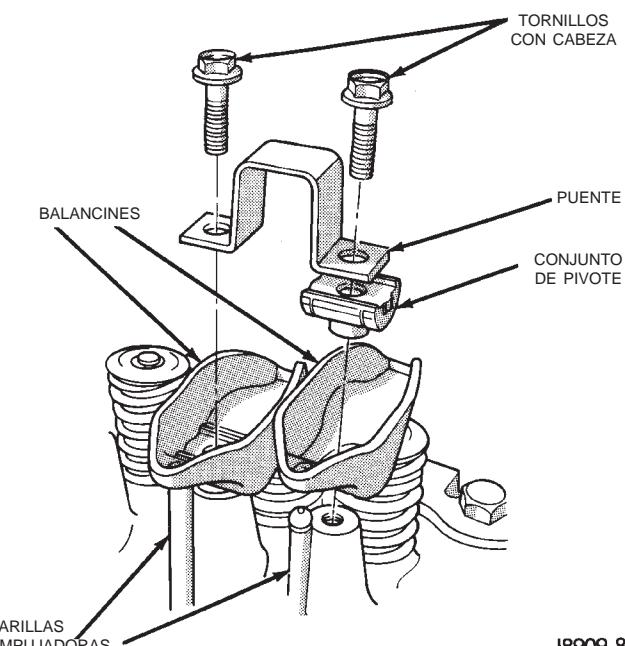

Fig. 33 Conjunto de balancín
(1) Retire la tapa de la culata de cilindros del motor.
(2) Verifique que ningún puente de balancín de válvula produzca desalineación entre el balancín y el extremo de la válvula.
(3) Retire los tornillos sin tuerca de cada conjunto de puente y pivote (Fig. 33). Afloje los tornillos sin tuerca de forma alterna, una vuelta cada vez, para evitar dañar los puentes.
(4) Retire los puentes, los pivotes y sus pares correspondientes de balancines de válvula (Fig. 33). Colóquelos sobre un banco, en el orden en que fueron retirados.
(5) Retire las varillas empujadoras y colóquelas sobre un banco, en el mismo orden en que fueron retiradas.